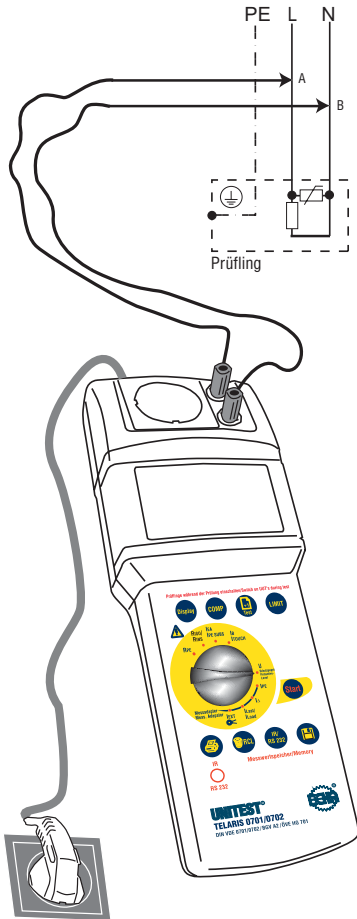

Bild 6.12: Messung des Schutzpegels bei Prüflingen mit Überspannungsableitern zwischen L und N
- ▶ Schließen Sie den UNITEST TELARIS 0701/0702 mit dem Netzanschlussstecker (1) an eine funktionsfähige und ordnungsgemäß angeschlossene Schutzkontakt-Netzsteckdose an.
- ▶ Stellen Sie den Drehschalter 'Messfunktion' (15) auf die Schalterstellung "Umschutzpegel".
- ▶ Bei Prüflingen, bei denen die Überspannungsableiter zwischen L und N geschaltet sind, verbinden Sie die Phase (L) des Netzeinganges mit der roten Buchse "L/N" (4) und den Neutralleiter (N) mit der blauen Buchse "PE" (5), siehe Bild 6.12.